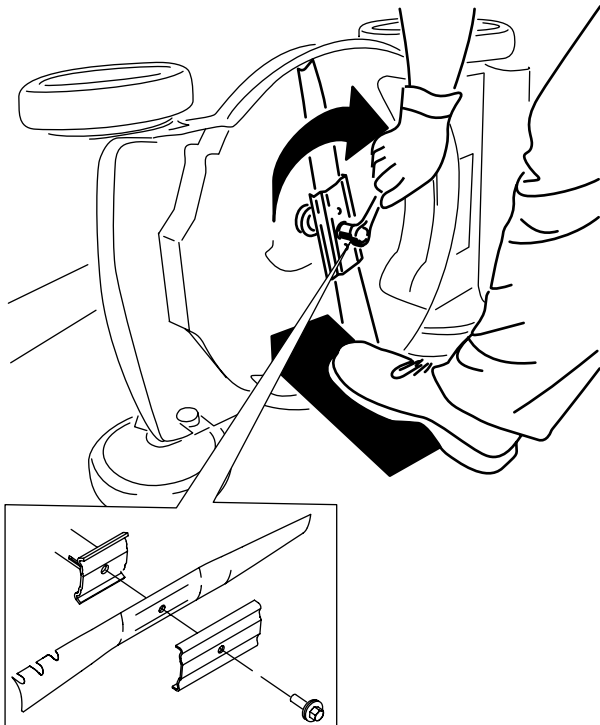

Figure 33
5. Montez la nouvelle lame et toutes les fixations (Figure 33).